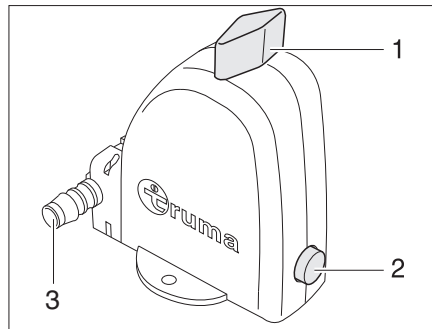

Fig. 311 Valvola di sicurezza/di scarico del boiler - Posizione funzionamento
Il boiler è dotato di una valvola di sicurezza/di scarico (Fig. 311). La valvola di sicurezza/di scarico impedisce che l'acqua congeli nel boiler in presenza di basse temperature esterne, quando il riscaldamento dell'autocaravan non è acceso.
- ▷ Il bocchettone di scarico (Fig. 311,3) della valvola di sicurezza/di scarico deve essere sempre pulito (ad esempio senza ghiaccio, foglie).
- Ruotare la manopola (Fig. 311,1) di 90° nel senso della lunghezza della valvola di sicurezza/di scarico. Il pulsante (Fig. 311,2) scatta fuori. Il boiler viene svuotato verso l'esterno attraverso il bocchettone di scarico (Fig. 311,3) della valvola di sicurezza/di scarico.
- Ruotare la manopola (Fig. 311,1) di 90° nel senso della larghezza della valvola di sicurezza/di scarico.
- Premere il pulsante (Fig. 311,2).